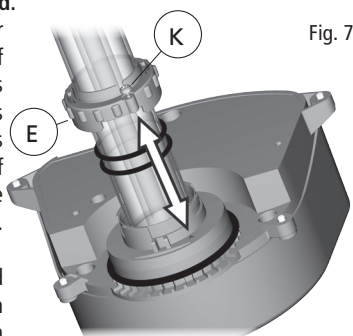
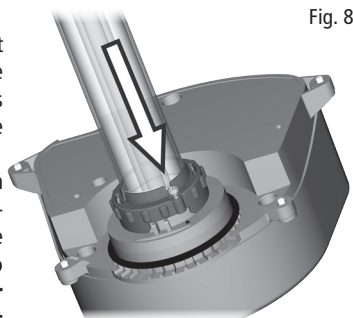
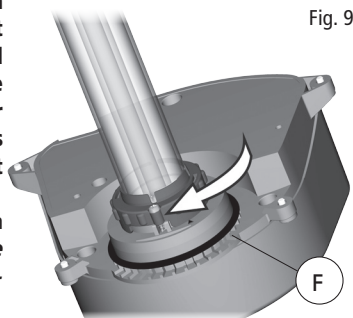

Fig. 7
Fig. 8
Fig. 9
- In deze fase is het mogelijk om de kwartsbuis (C) te reinigen, als dat nodig blijkt. **Gebruik een vochtige, zachte doek om kalkaanslag en puin weg te vegen. Voor hardnekkig vuil mag wat azijn worden gebruikt. Gebruik geen detergenten of andere chemische schoonmaakmiddelen. Als het niet nodig is om de UV-C-lamp te vervangen, ga dan meteen naar punt #10.**
- Om aan de UV-C-lamp (B) te kunnen, verwijdert u de kwartsbuis (C) door eerst de veiligheidsschroef (K) van de opsluitflens (E) waarmee de buis vastzit aan de UV-C-kop, zo'n 3 slagen los te draaien. Draai vervolgens de opsluitflens zo'n 30° naar links tot de schroef gelijkstaat met de pijl in de UV-C-kop en trek om ze los te maken. Belangrijk: de opsluitflens is uitgerust met één anti-verliesschroef. De schroef hoeft er niet helemaal te worden uitgedraaid. Draai ze gewoon los tot de opsluitflens vrij kan worden gedraaid en losgemaakt.
- Trek vervolgens de UV-C-lamp (B) uit de lamphouder (als u de filter niet voor het eerst start) en vervang ze door een nieuwe. **WAARSCHUWING - PROBEER NIET OM NAAR DE LAMP TE KIJKEN TERWIJL ZE BRANDT!** Door de directe blootstelling aan het UV-licht kunnen uw ogen en huid beschadigd worden. Test de UV-C-lamp niet tenzij de filter helemaal gemonteerd en gesloten is. **BELANGRIJK** – Gebruik alleen originele Laguna-vervangstukken. Het juiste nummer van elk onderdeel vindt u in de lijst van vervangstukken.
- Breng de kwartsbuis (C) en de twee O-ringen (D) terug aan op hun oorspronkelijke plaats. Het is aanbevolen om de O-ringen met een gepast smeermiddel te smeren. **BELANGRIJK** – De lampdemper (Y) binnen in de kwartsbuis moet zich tussen de lamp en de bodem van de kwartsbuis bevinden. Verwijder hem niet. **BELANGRIJK** – De twee O-ringen (D) van de kwartsbuis (C) moeten worden vervangen telkens als de eenheid wordt geopend.
- Plaats de opsluitflens (E) in haar oorspronkelijke positie. Breng de schroef gewoon gelijk met de pijl en druk de flens naar de UV-C-kop toe, draai vervolgens de opsluitflens ongeveer 30° naar rechts in de richting van de veiligheidsschroef (K). Zet dan de opsluitflens vast door de veiligheidsschroef (K) aan te draaien (Fig. 7 - Fig. 8 - Fig. 9).